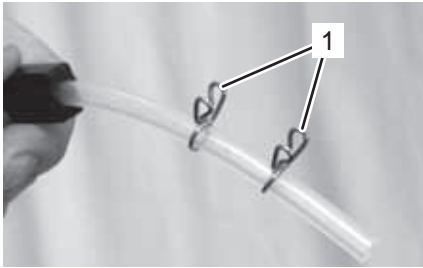

Fig. 25
6. Enfichez deux pinces à tuyaux (Fig. 25/1) conformément à la représentation figurant sur l'extrémité la plus courte du tuyau distributeur.